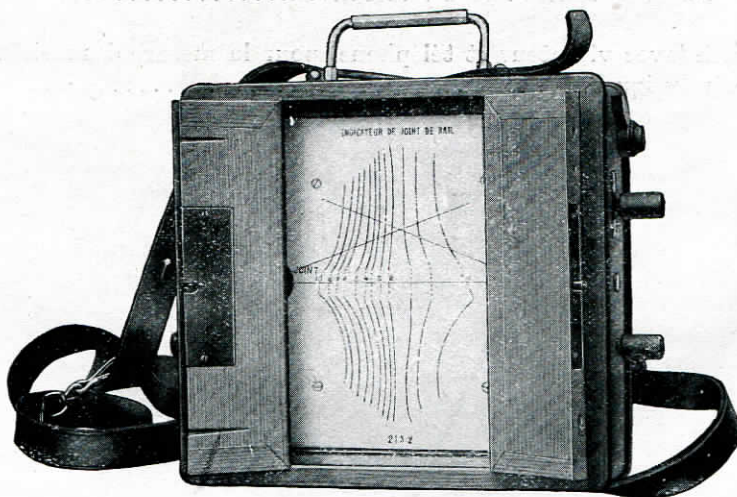

FIG. 41
**Appareil Ferrié Lebaupin, à 2 aiguilles pour la mesure de la résistance des joints de rails (figure 41) ; Appareil à 2 aiguilles seul . . . . . 250. »**